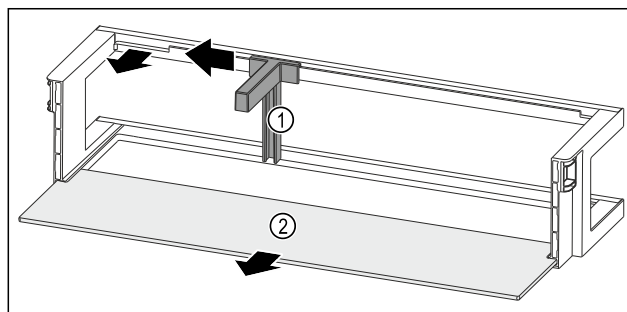

Fig. 51 Rafti i derës me mbajtëse për shishe dhe raft mbajtës
- ▶ Shtyni mbajtësen e shisheve Fig. 51 (1) anash deri te foletja.
- ▶ Hiqni mbajtësen e shisheve Fig. 51 (1).
- ▶ Hiqni raftin mbajtës Fig. 51 (2).